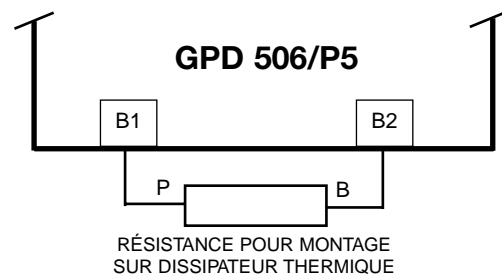

Figure A6-2. Connexion des fils de la résistance pour montage sur dissipateur thermique
4. Connectez les fils de la résistance pour montage sur dissipateur thermique aux bornes de l'unité tel qu'indiqué sur la figure A6-2.